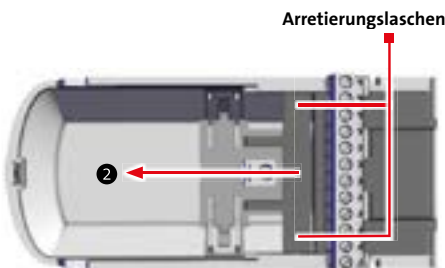

Abb.1 Ausfahren des Schlittens
- Fahren Sie den Schlitten nach unten aus. Drücken Sie dazu die beiden Arretierungslaschen des Schlittens (siehe Abb. 1).